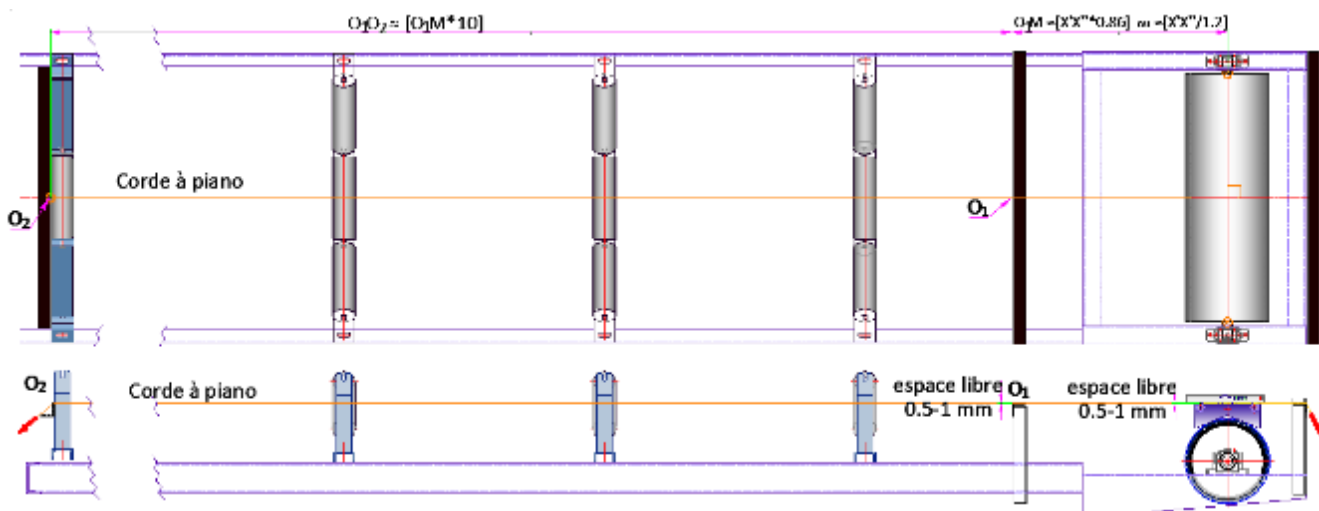

Fig.23 : Mise en place de la corde à piano qui matérialise l'axe du convoyeur
7. Fixer la 1^{ère} extrémité de la corde à piano sur la cornière support du point zéro n°2 (dans l'encoche du trait de scie) et sa 2^{ème} extrémité sur un fer (cornière ou tube), pré-positionné, au-delà du tambour à mesurer {fig.23}.